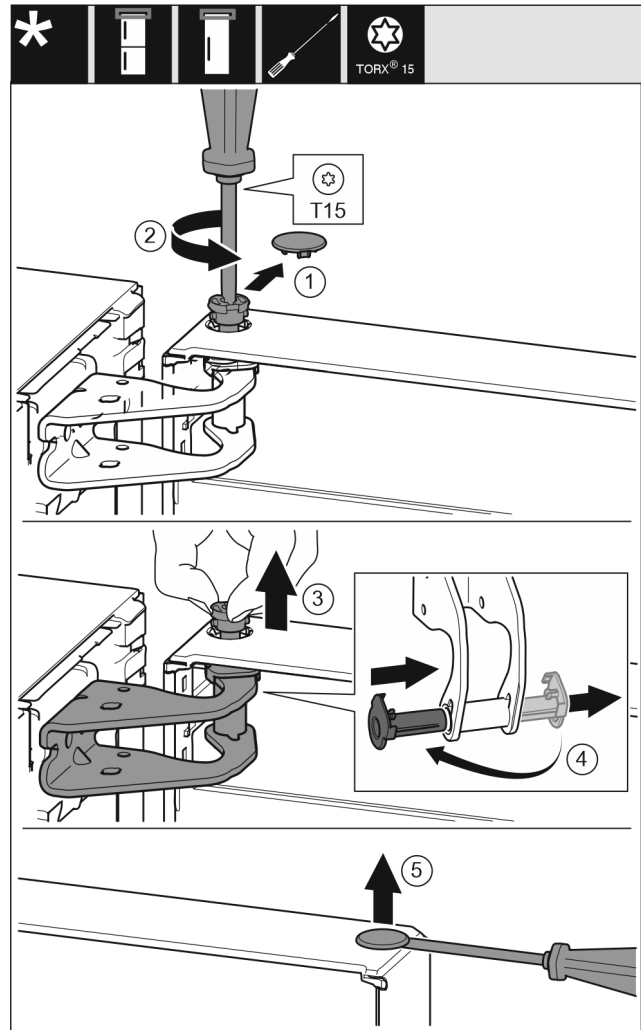

Fig. 7
- Opatrne vytiahnite poistný kryt. Fig. 7 (1)
- Skrutkovačom T15 trochu vyskrutkujte čap. Fig. 7 (2)
- Pevne držte dvere a čap vytiahnite prstami. Fig. 7 (3)
- Puzdro ložiska vytiahnite z vedenia. Nasadte z druhej strany a zaklapnite. Fig. 7 (4)
- Plochým skrutkovačom opatrne nadvihnite a vyberte zátku z puzdra ložiska dverí. Fig. 7 (5)